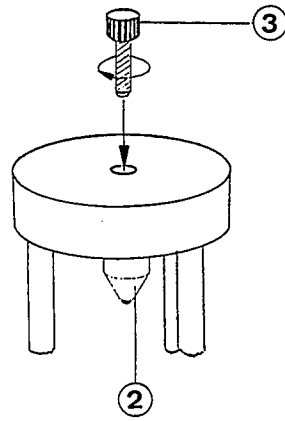

Fig. 5
Stahlbolzen ② mit Hilfe des Gewindestabes ③ an der Deckplatte der Hydraulischen Presse befestigen (s. Abb. 5).
Fasten the steel bolt ② by means of the threaded rod ③ on the cover plate of the hydraulic press (see Fig. 5).